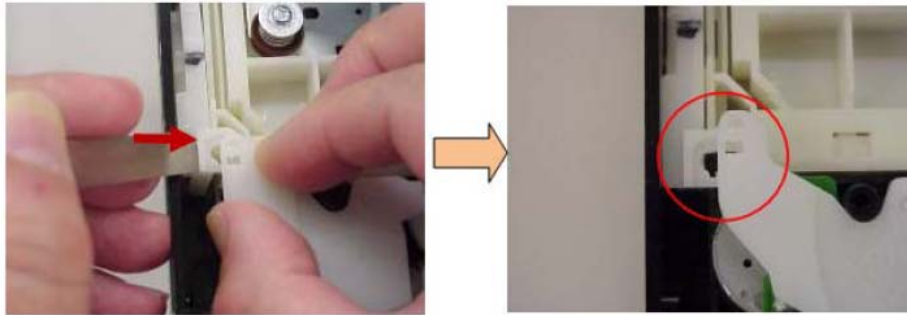

Fig. 1.17
3.3 Libere la parte de conexión del brazo izquierdo (I) y el deslizador.
Utilice el mismo método tal y como removió el brazo (D), libere la conexión del brazo (I) y el deslizador. (Fig. 1.17)